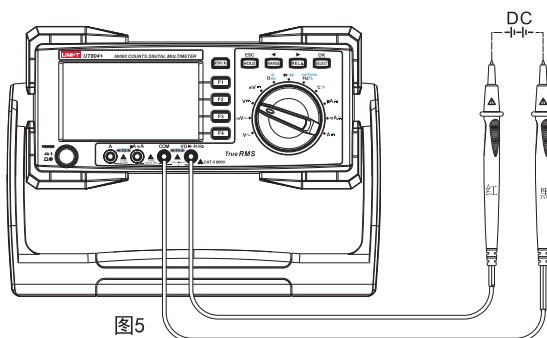

图5
- (1) 将红表笔插入"V"插孔, 黑表笔插入"COM"插孔。
- (2) 将仪表的旋转开关转到 V_{DC} , 如图5. 将表笔并联待测电源或负载上。